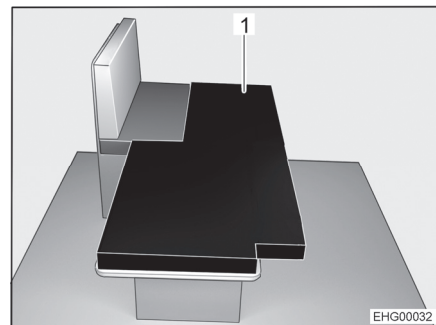

Bild 42 Nach dem Umbau
- Das Zusatzpolster (Bild 42,1) wie abgebildet auf den abgesenkten Tisch legen.